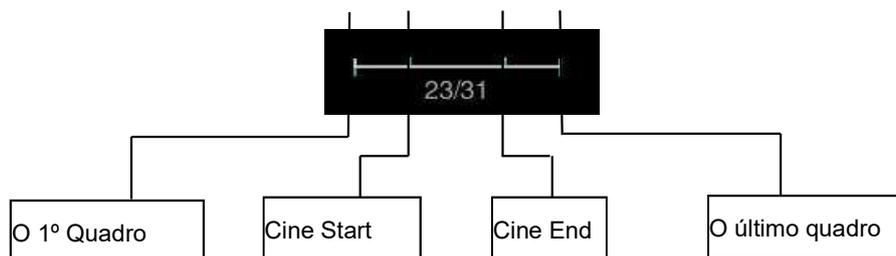

Fig. 9-1 Segmento Cine
Pressione **Smarchive** no painel de controle para entrar na Fig. 9-1 1 **Uma** janela de **gerenciamento de archive**. Ele integra recursos como lista de pacientes, recuperação de pacientes, relatórios de pacientes, navegação de informações, transmissão de dados de pacientes e assim por diante.
- b) O usuário pode usar a barra de recuperação no lado direito do **Gerenciamento Archive**. Os itens do Retrieve incluem ID, nome, faixa etária, tempo de exame. Você pode usar a recuperação individual ou a recuperação comum com vários itens (mais palavras-chave e menor alcance podem ajudar a pesquisar o alvo mais rapidamente). Mova o cursor para a pequena caixa antes que o item precise ser recuperado e pressione **Set** para marcar "√" na caixa. Em seguida, insira as informações relevantes e mova o cursor para pesquisar e pressione **Set** para pesquisar no banco de dados do paciente. Com a pesquisa difusa acima, ele ajuda os usuários a encontrar rapidamente os pacientes correspondentes ou a restringir a gama de pacientes de acordo, como mostrado na Fig. 9-1 2.
para **PemInfo** na parte inferior da tela e, em seguida, pressione **Set** para entrar na janela **New Patient Info**, conforme mostrado na Fig.9-1 3.